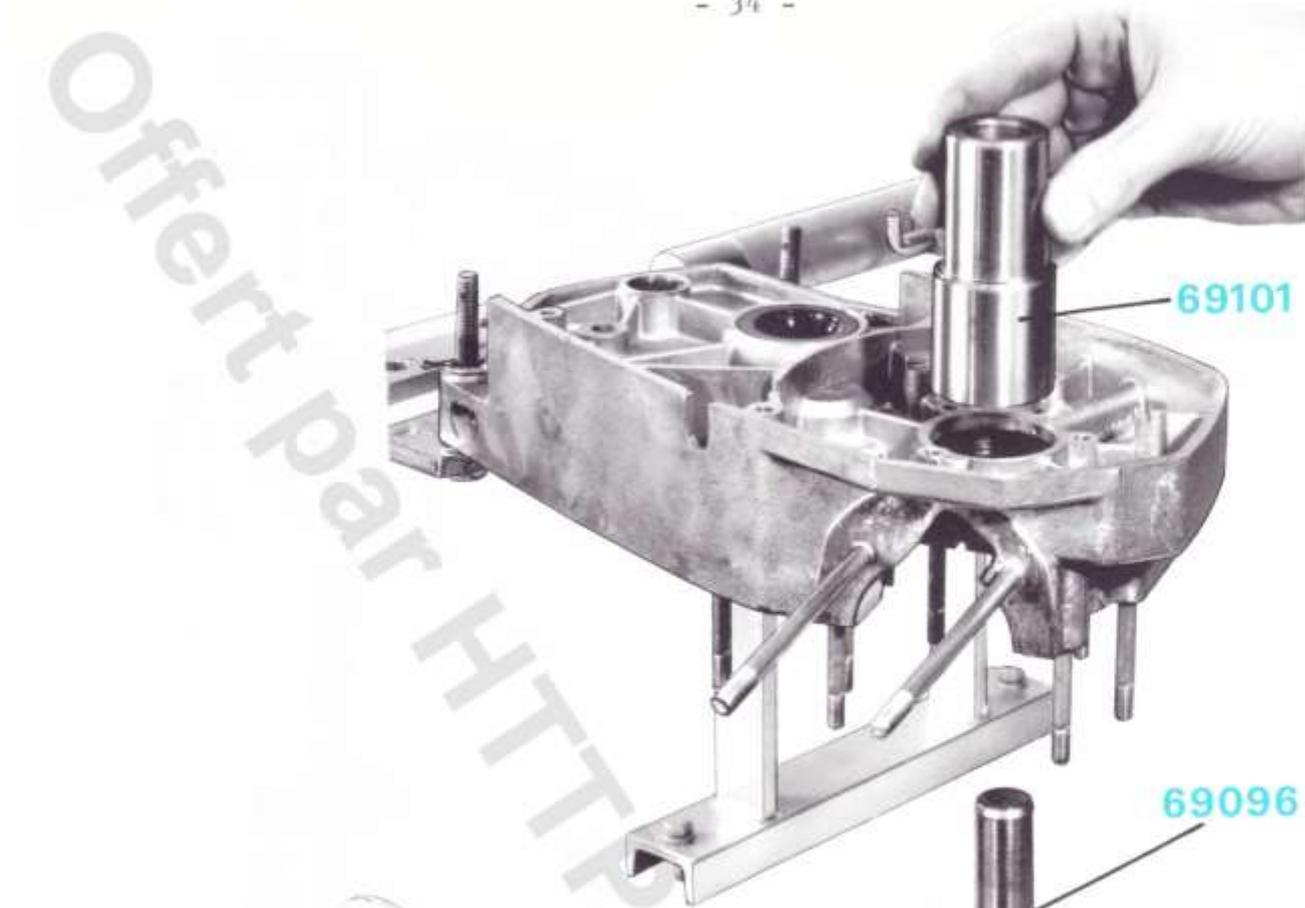

Figure 44
- Chasser l'ensemble joint et roulement à l'aide de l'outil n° 69101, en utilisant le grand diamètre (figure 44).